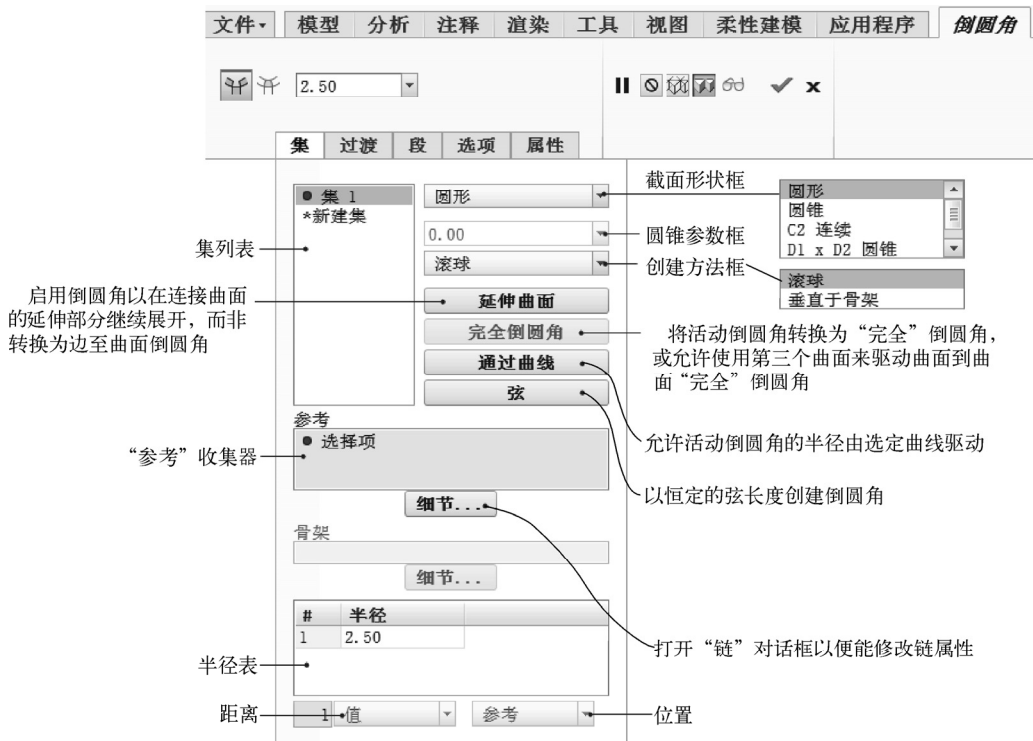

图 6-84 “倒圆角”选项卡的“集”面板
- “集”面板：主要用来选择和设置圆角创建方法、截面形状以及圆角的其他相关参数，如图 6-84 所示。“集”面板也称“设置”面板。